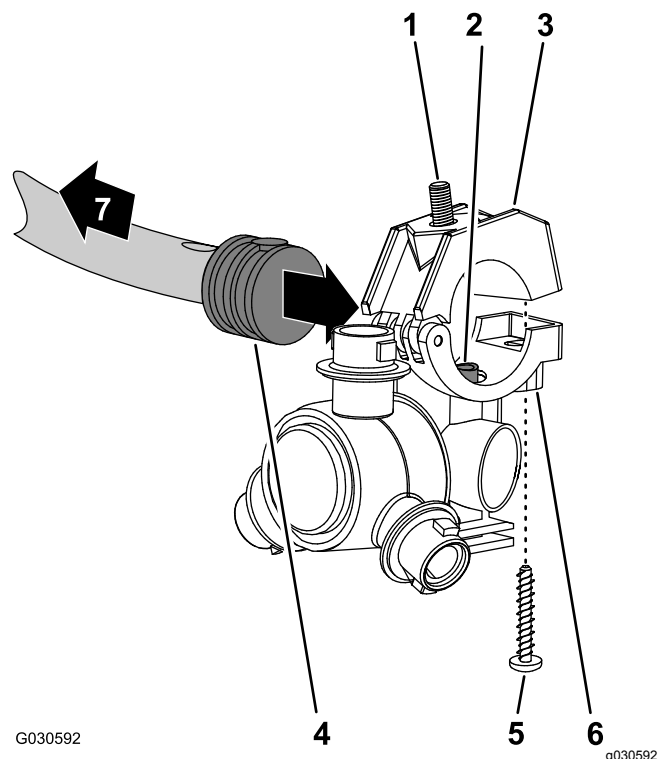

Figura 129
1. Alinhe o tubo de transferência na sela de um bico do pulverizador (Figura 129) com o orifício na lateral da haste do tubo roscado simples (13 mm).
2. Feche a metade do grampo superior em torno da haste do tubo estriado e prenda a metade do grampo e o corpo do bico do pulverizador (Figura 129) com o parafuso de aço inoxidável (N.º 12 x 1-1/4 pol.); aperte o parafuso de aço inoxidável com 14 a 18 N·m.